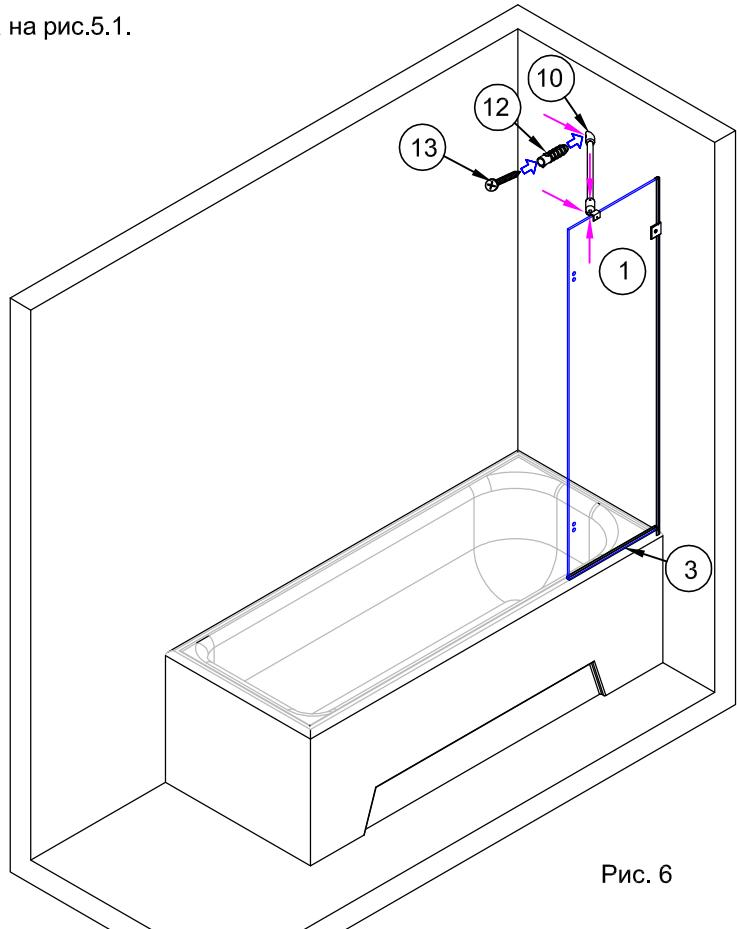

Рис. 6
3.2. Установить собранную штангу на стекло №1 (рис.6).
3.3. Отметить через отверстие в держателе №10 место сверления отверстия под дюбель (рис.6). Убрать штангу.
При необходимости использовать молоток. (рис.6)
3.6. Затянуть все фиксирующие винты на установленной на своё место собранной штанге (рис.6).